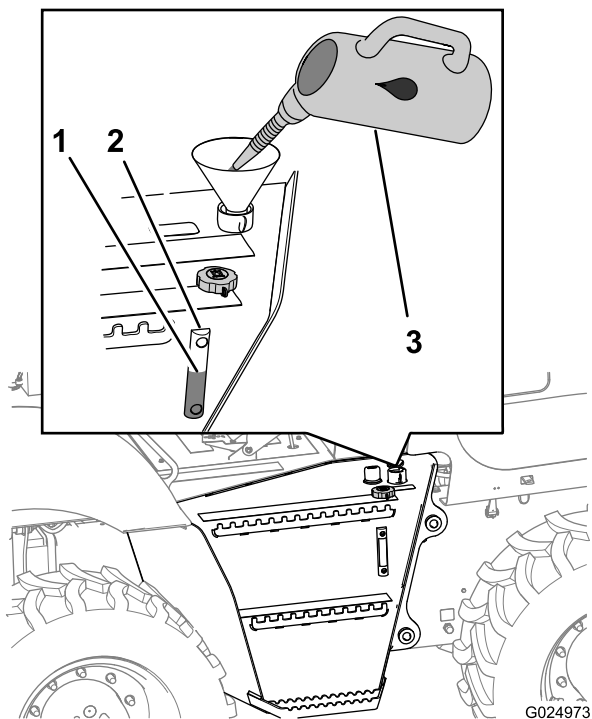

Рисунок 114
1. Заполните бак гидросистемы гидравлической жидкостью указанного типа так, чтобы ее уровень находился посередине визуального указателя (Рисунок 114).
- Установите крышку заливной горловины на место (Рисунок 114).